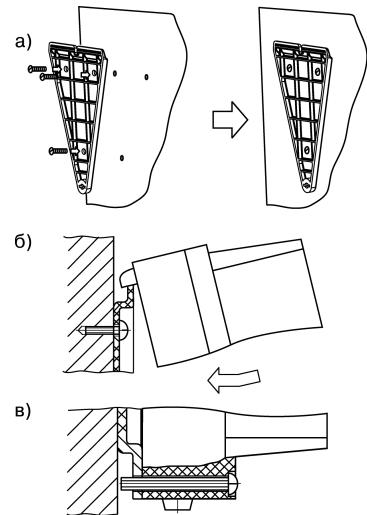

Рисунок 7.1 – Установка
- 1) Кронштейн закрепляется тремя винтами M4 на поверхности, предназначенной для установки прибора (см. Приложение А и рисунок 7.1, а).
- 2) Крепежный уголок зацепляется на задней стенке прибора за верхнюю кромку кронштейна (рисунок 7.1, б).
- 3) Прибор прикрепляется к кронштейну винтом из комплекта поставки (рисунок 7.1, в).